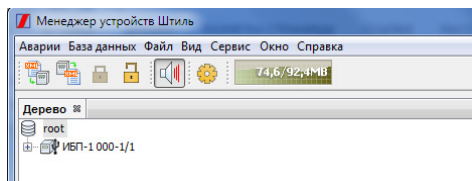

Рисунок 16. Изображение подключенного прибора в дереве устройств
6. После появления изображения подключенного ИБП/стабилизатора в дереве устройств (**рисунок 16**) ПО Shtyl Device Manager готово к работе с платой.